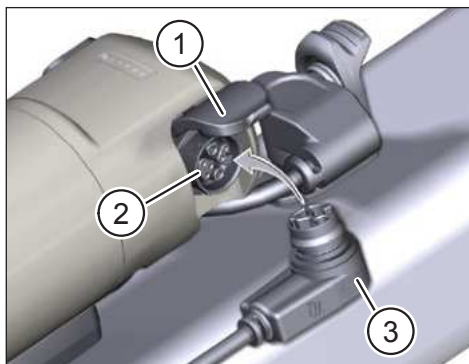

Fig. 3: Range extender laden
- Klap het deksel (Pos. 1 in Fig. 3) op de laadpoort van de range extender open.
- Controleer of de contacten in de laadpoort (Pos. 2 in Fig. 3) vrij zijn van vuil en reinig ze indien nodig.
- Steek de oplaadstekker (Pos. 3 in Fig. 3) van de opCharger in de oplaadpoort van de range extender.